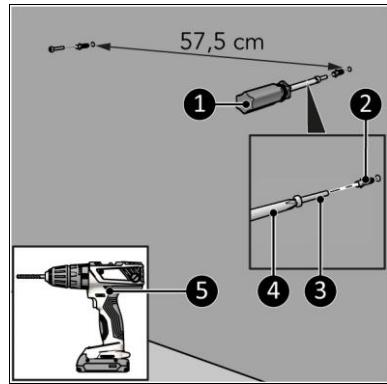

Figura 7
- Introduceți mufele (Figura 7, poz. 2) și șuruburile (Figura 7, poz. 3).
- Înșurubați-le până la 10 mm față de perete cu o șurubelnită cu cap în cruce (Figura 7, poz. 1).
- Verificați dacă încălzitorul este bine strâns. Dacă este necesar, strângeți șuruburile (Figura 7, poz. 2) mai adânc în perete.